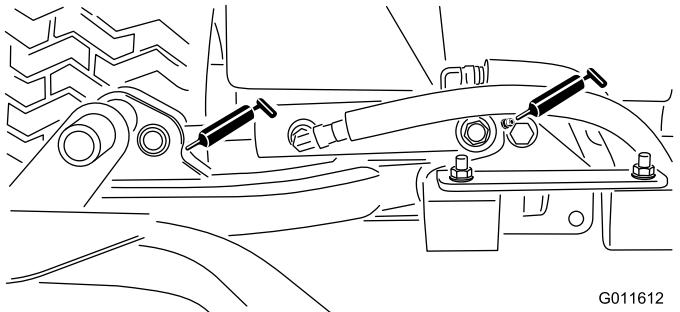

Рисунок 28
- Цилиндры подъемного рычага режущего блока (по 2 шт.) — Рисунок 28
- Оси поворота подъемного рычага (по 1 шт.) — Рисунок 28